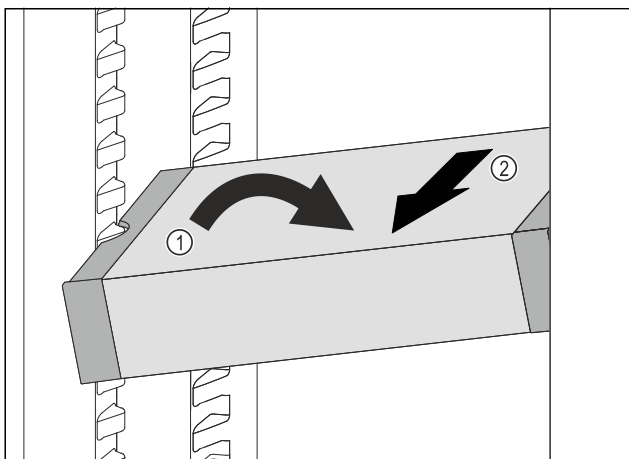

Fig. 126
▶ Встановити VarioSafe під кутом в охолоджувальному відділенні. Fig. 126 (1)
▶ Витягнути VarioSafe вперед. Fig. 126 (2)